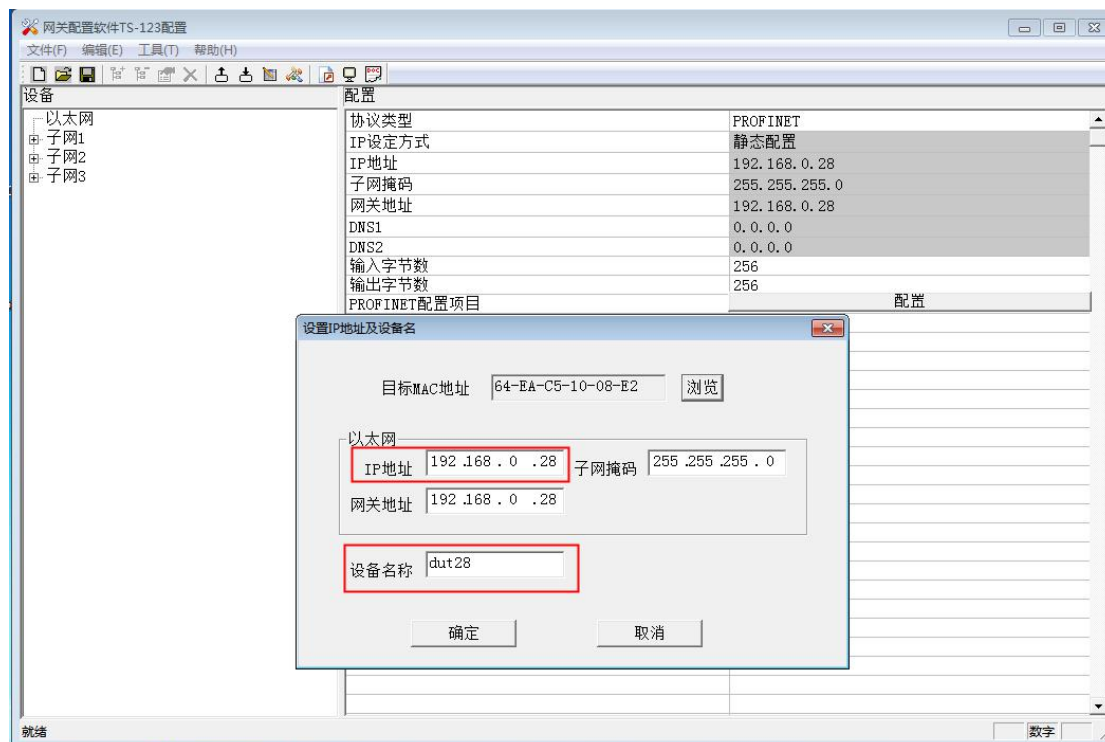
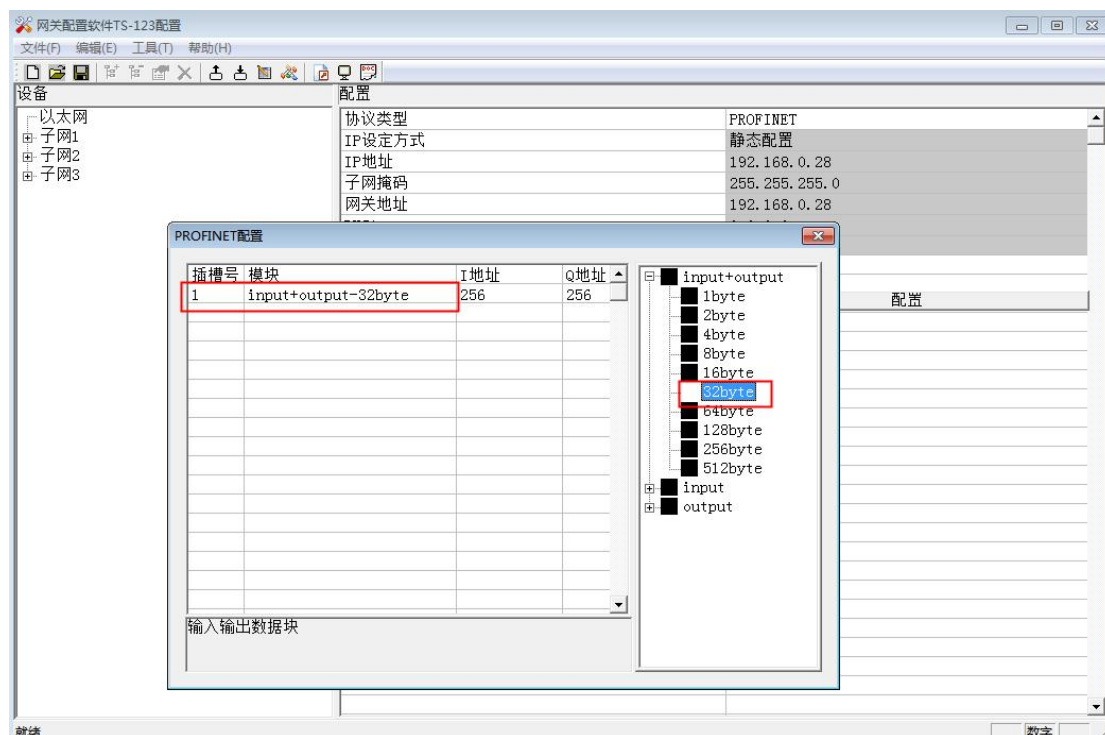
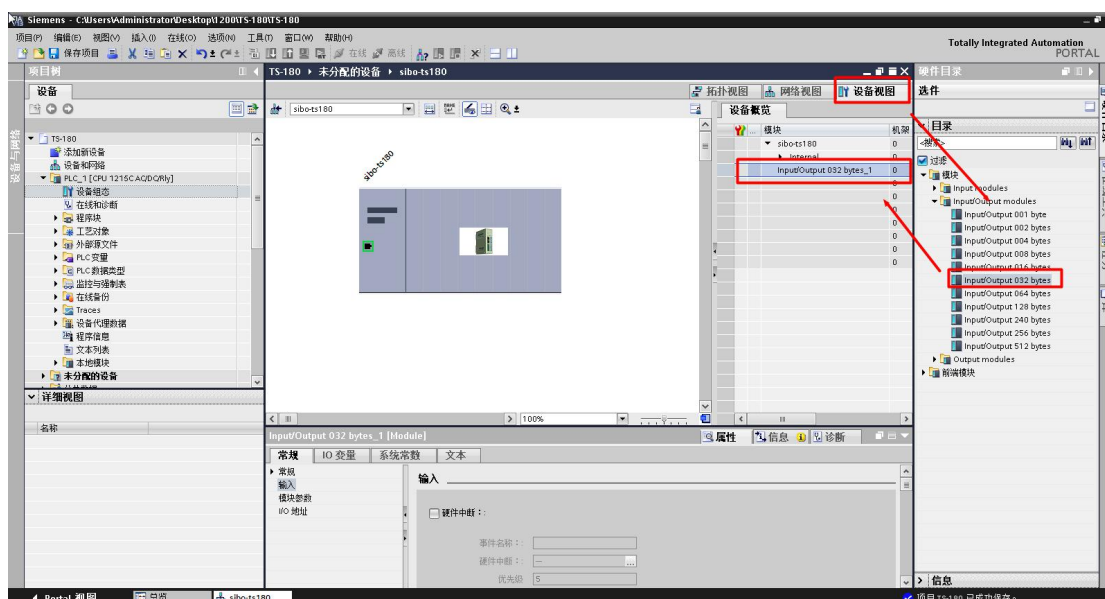
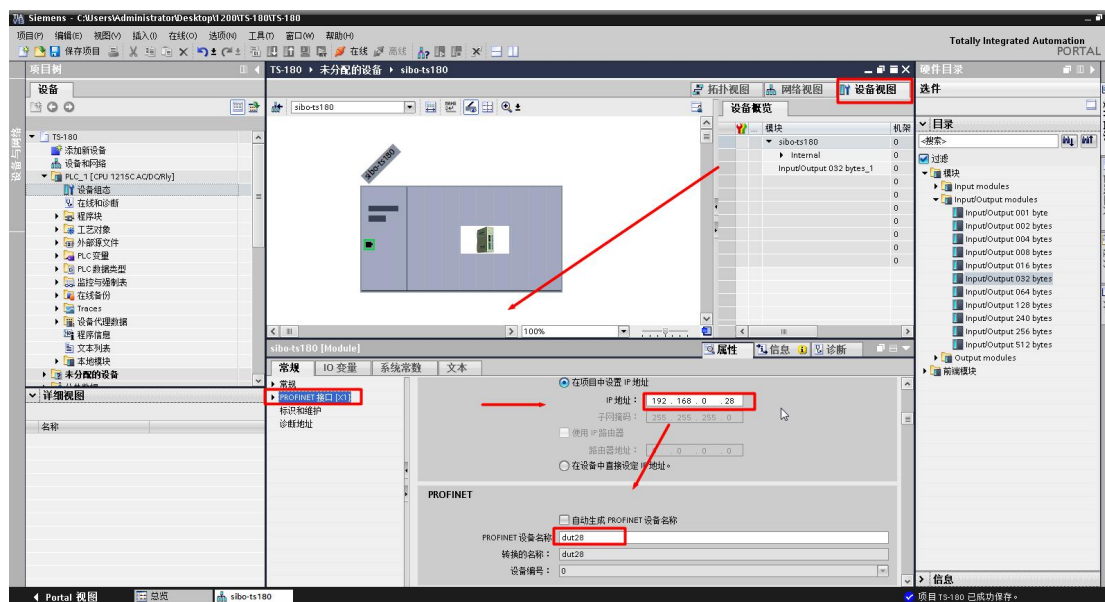

图 12 配置网关 IP 地址和设备名称
图 13 在软件中设置网关 PROFINET 端的输入/输出数据块
图 14 在槽位中添加输入/输出数据块
图 15 设置网关 IP 与设备名称
3.1 打开 TS-180 配置软件 TS-123，然后在工具的下拉菜单中双击“分配以太网参数”，点击“浏览”会搜出网关 IP 地址与设备名称，如图 12 所示；修改网关 IP 和设备名称成功后点击“以太网”中的“配置”设置所需的字节类型和数量，如图 13 所示。
3.2 在 TIA Portal 中点击组态界面的 TS-180，将其转换到“设备视图”，在右边目录中的“模块”里选中与图 13 相同的数据块，如图 14 所示；在下方常规-PROFINET 接口[x1]中更改网关 IP 地址与设备名称与图 12 软件设置中的一致，如图 15 所示。